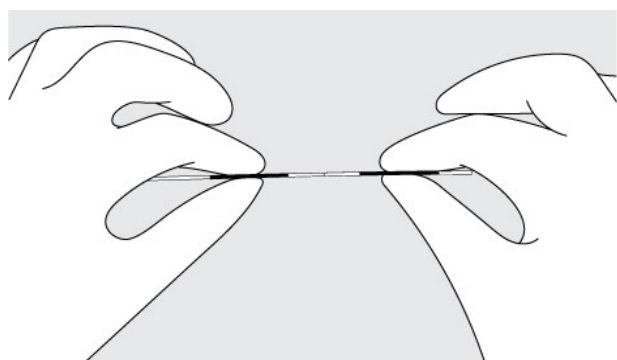

図3 各々のブレークインジケータを保持する
33. それぞれのブレークインジケータストリップの中央に両手を置き、曲げてプッシャーを分離させる。プッシャーが分離したら、プッシャーの近位端を約2.5 cm (1インチ) 以上引っ張ってリリースワイヤーを作動させ、コイルをプッシャーから離脱させる(図3～6を参照)。